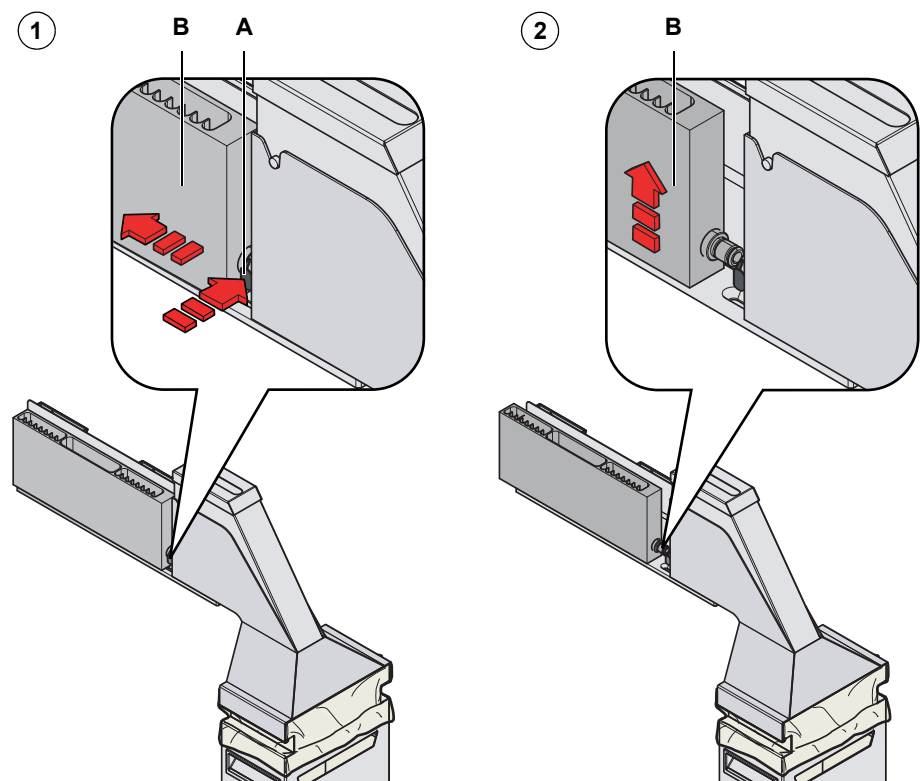

Fig. 7-14 Retrait de la station de lavage de la table de travail
- 1 Appuyez sur le dispositif de fixation rapide (A) et tirez la station de lavage (B) jusqu'à la butée mécanique jusqu'à ce qu'elle se désengage (voir flèche) Fig. 7-14, 7-25.
- 2 Déposez complètement la station de lavage (B) (voir flèche) Fig. 7-14, 7-25.
- 5 Réinstaller la station de lavage (B) dans la position désignée tout en maintenant enfoncé le dispositif de fixation rapide (A) Fig. 7-14, 7-25.